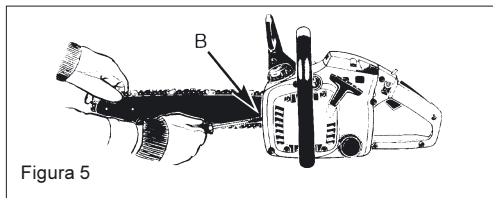

Figura 5
Tensar la cadena (Figura 5)
1. La cadena está bien tensada cuando no tiene holgura por la parte inferior de la espada, y se puede hacer girar completamente tirando de ella con las manos enguantadas. Para ello, sujete firmemente la punta de la espada (vea la Figura 5).